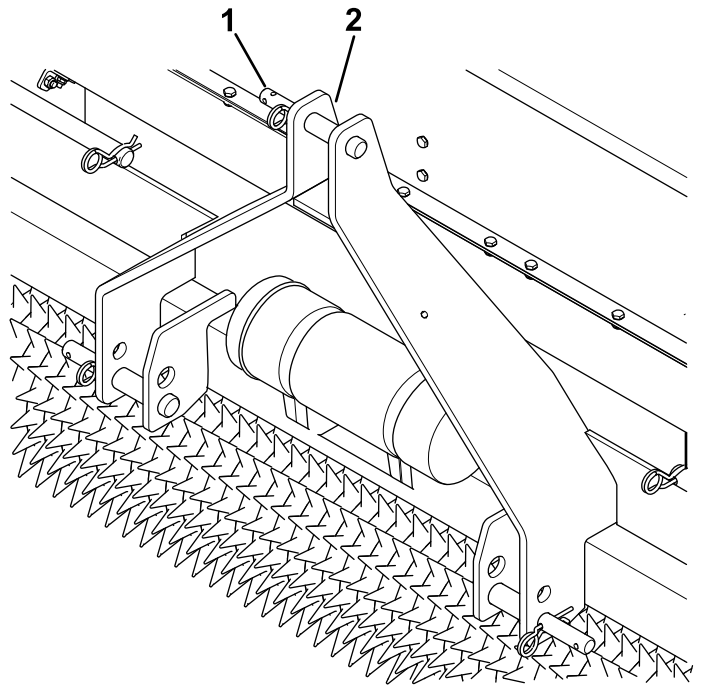

Figure 12
6. Insérez les goupilles fendues dans les goupilles d'attelage (Figure 12).